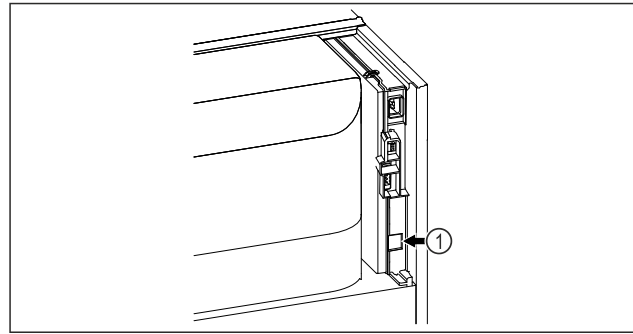

Fig. 99
- SmartModule Fig. 99 (1) встановлено.